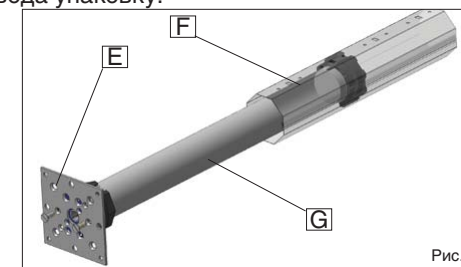

Рис.2
- Закрепите крепежную пластину (Е) на электроприводе, затем на крышке коробки, так чтобы вал (F) был горизонтален.
- Установите привод RollHan (G) в вал (F) до упора в адаптер концевых выключателей (А).
- ПРЕДУПРЕЖДЕНИЕ:** не ударяйте по основанию привода (D) при установке его в вал.
- Установите площадку привода (D) на крепеж и затем установите регулирующую капсулу на противоположном конце вала.
**ПРЕДУПРЕЖДЕНИЕ:** Длинные фиксирующие винты для крепления колец на валу могут достать до корпуса двигателя. Используйте короткие фиксирующие винты, не соприкасающиеся с корпусом привода внутри вала (Рис.2). Винты не должны заходить в вал не более чем на 4 мм.